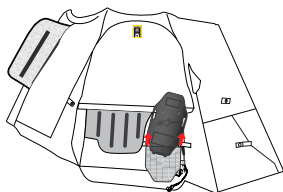

Figure 13
3. Retirez le boîtier du gonfleur (4) de sa poche en ouvrant les deux bandes auto-agrippantes (Figure 13).
**AVERTISSEMENT ! Il n'est pas nécessaire d'ouvrir le boîtier de gonflage (4) pour le retirer. N'ouvrez pas le boîtier de gonflage (4). Seuls les concessionnaires Alpinestars agréés peuvent ouvrir le boîtier de gonflage (4) à des fins d'entretien.**